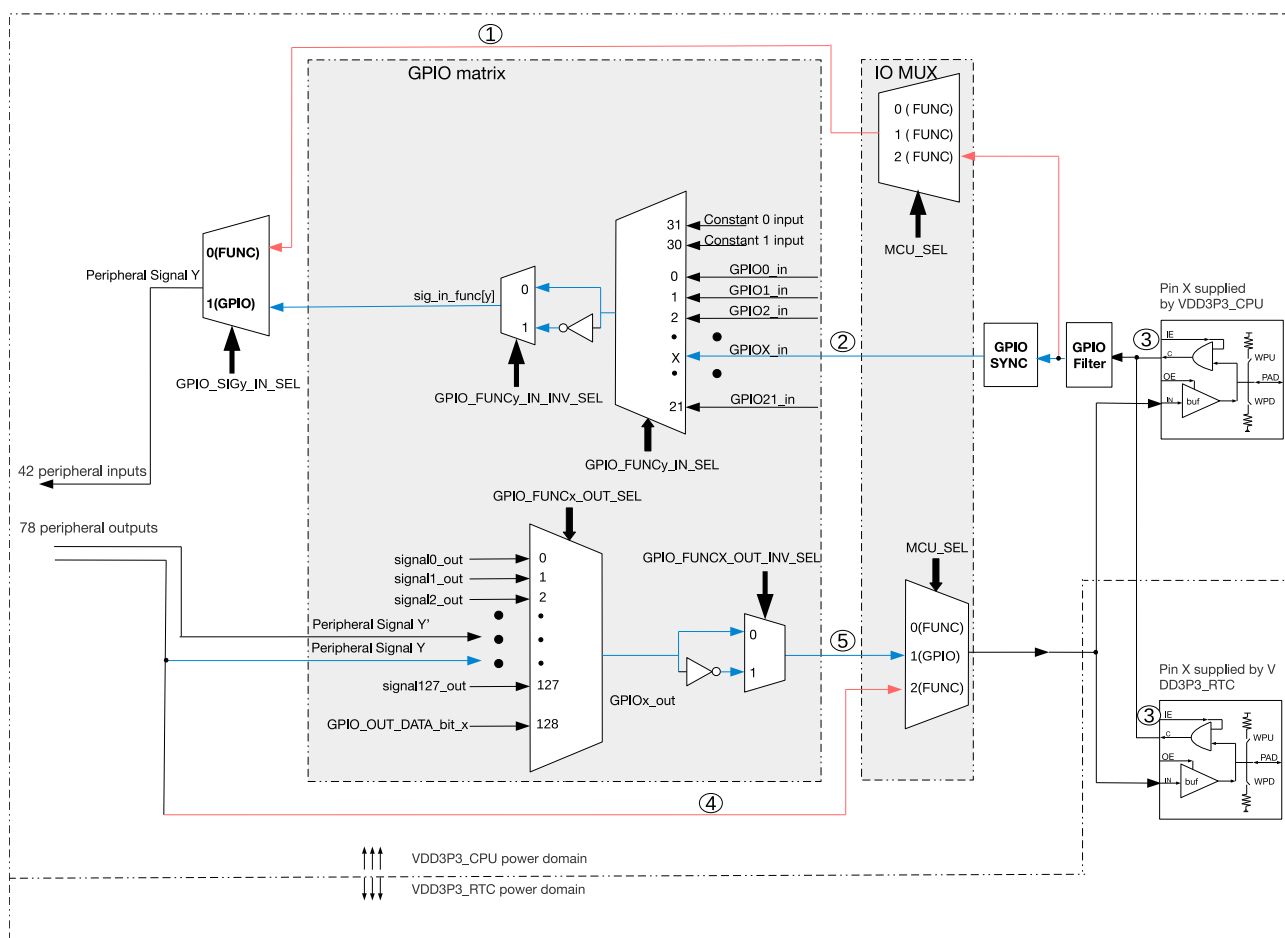

图 5.3-2. IO MUX 和 GPIO 交换矩阵框图 (详图)
- 图 5.3-2 详细展示了 IO MUX 和 GPIO 交换矩阵将信号引入外设和引出至管脚的具体过程；
如图 5.3-2 所示，对于信号输入，外部输入信号从 GPIO 管脚输入，经 GPIO SYNC 模块同步至 APB 总线时钟后进入 GPIO 交换矩阵。外部输入信号也可以通过 IO MUX 直接进入外设，但信号无法经由 GPIO SYNC 模块同步。
如图 5.3-2 所示，对于信号输出，78 个输出信号（即在表 5.11-1 中“输出信号”列的所有信号）中的某一个信号通过 GPIO 交换矩阵到达 IO MUX，然后连接到某个 GPIO 管脚。